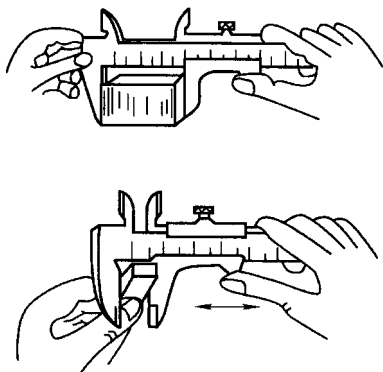

图 1-21 测量外形尺寸
(1) 测量外形尺寸 右手移动游标，使两外量爪张开到略大于被测尺寸。将尺身测量面贴紧工件，移动游标，使其量爪也紧靠工件，如图 1-21 所示。